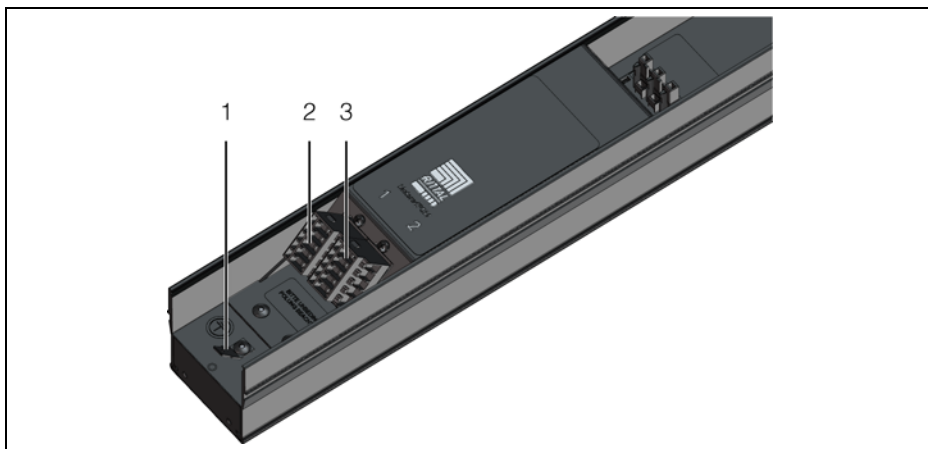

Рис. 4: Подключения шины PSM с измерением, исполнение 16 А (7859.050)
- Соедините точку заземления шины PSM с измерением на корпусе рядом со вводом питания (рис. 4, поз. 1) проводником с рамой шкафа.
Подключения шины PSM с измерением 16 А (7859.050) показаны на рис. 4.
#### Обозначения на рис. 4
- Подключите кабель к разъему "ввод 1" (рис. 4, поз. 2) или к разъему "ввод 2" (рис. 4, поз. 3) шины PSM с измерением, а также к электросети.